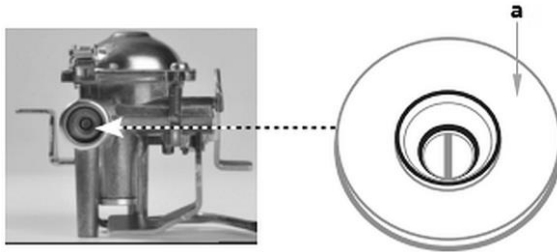

Fig. 2
- Kontroller tætningen (a, fig. 2), før gaspatronen sættes på. Sørg for at den er på plads og i god stand.